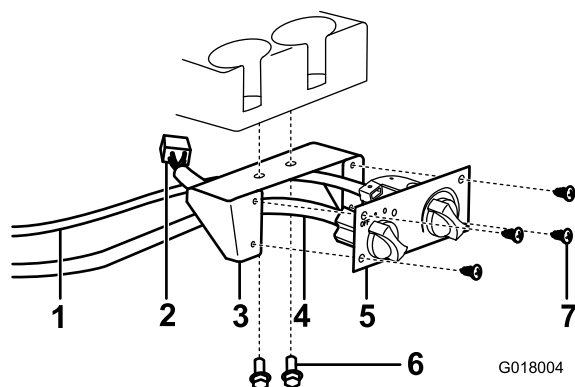

Figura 29
6. Instale a montagem de controlo do aquecedor ao painel de instrumentos sob os suportes dos copos com dois parafusos de cabeça flangeada e porcas (Figura 29).
7. Ligue o cabo de controlo do aquecedor e conector de cablagem preta ao controlo do aquecedor e conector de cablagem branca ao aquecedor (Figura 29).
8. Fixe o controlo do aquecedor à montagem do controlo do aquecedor utilizando quatro parafusos de placa de metal (Figura 29).